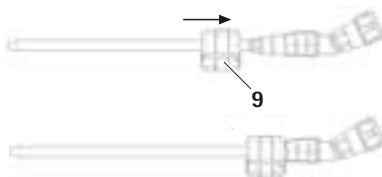

Abb. 3 Aufsteckblock mit gedrückter Verriegelungsklammer
- Verriegelungsklammer 9 des Aufsteckblocks 4 gedrückt halten und diesen über das Fräserhandstück 6 schieben, siehe Abb. 3.